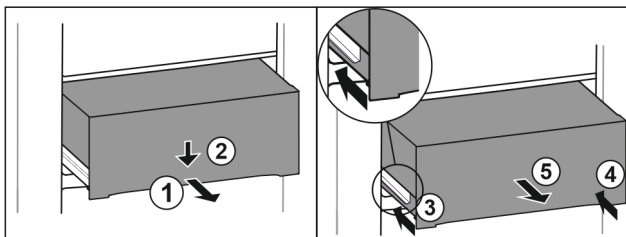

Fig. 70
- Вытяните выдвижной ящик наполовину. Fig. 70 (1)
- Вдавите выдвижной ящик в передней части вниз. Fig. 70 (2)
- Задвиньте левую направляющую прим. на 2 см. Fig. 70 (3)
- Задвиньте правую направляющую прим. на 2 см. Fig. 70 (4)
- Извлеките выдвижной ящик движением вперед. Fig. 70 (5)